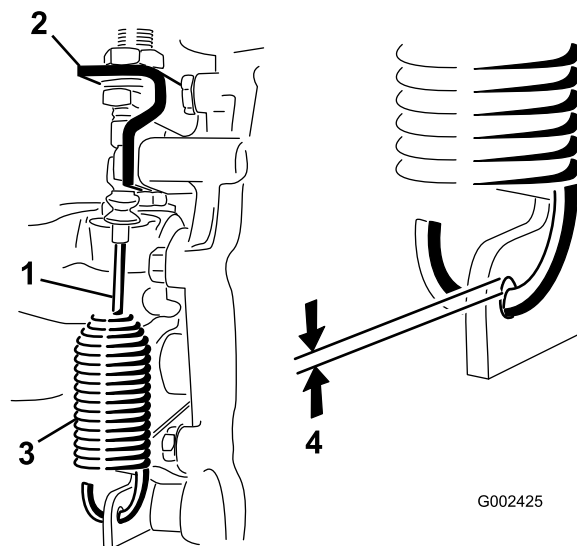

Figura 44
2. Afloje las contratueras que sujetan el cable de bloqueo del diferencial al soporte del transeje (Figura 44).